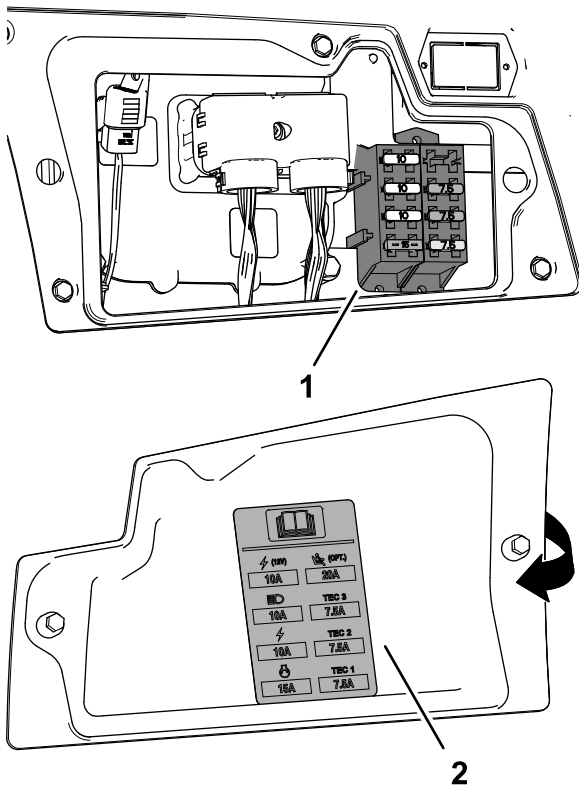

Figura 97
3. Substitua o fusível queimado (Figura 97) por um fusível do mesmo tipo e mesma amperagem.